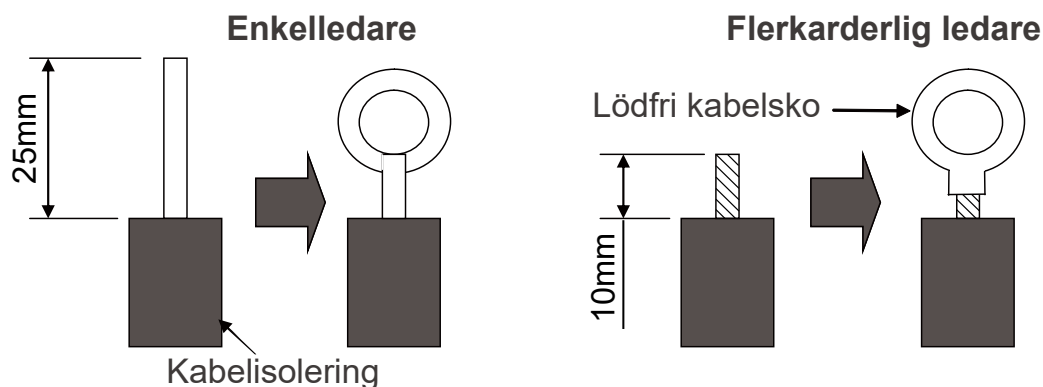

Fig. 29
1. Vid installation med 1-ledare (Fig. 29 nästa sida).
2. Vid installation med flerkarderlig ledare (Fig. 29 nästa sida).